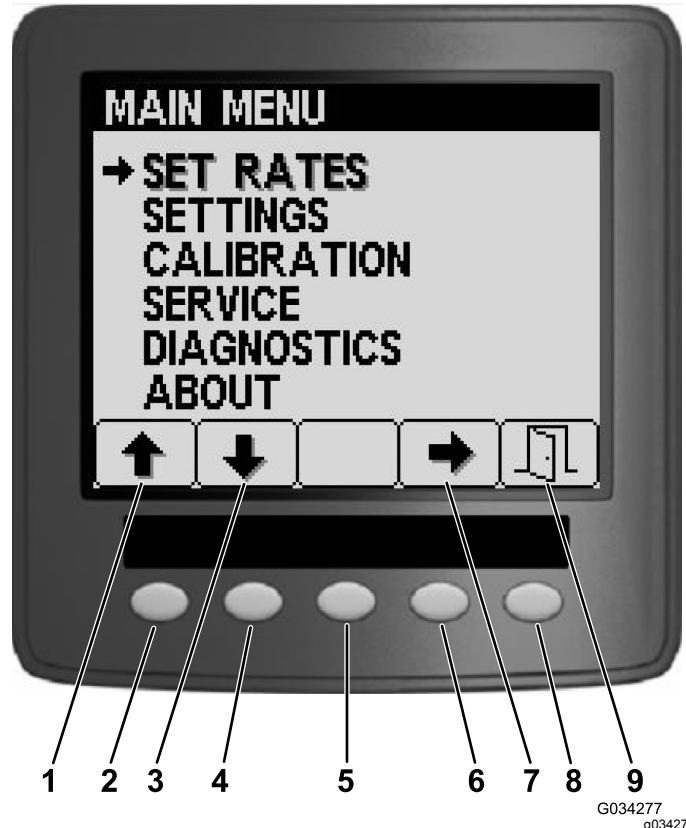
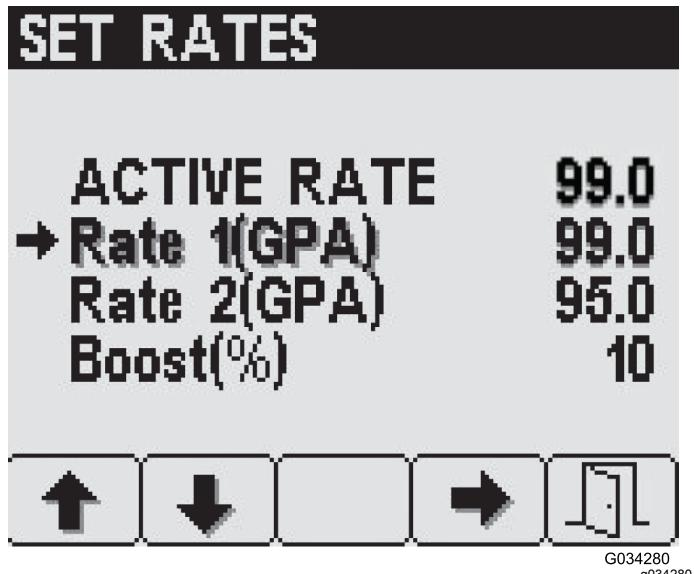

Figura 16
Figura 17
Dalla schermata del Menu principale, potete accedere alla schermata Impostazione volumi, la schermata Impostazioni, la schermata Taratura, la schermata Manutenzione, la schermata Diagnostica o la schermata Informazioni (Figura 16).
Per accedere alla schermata Impostazione volumi, premete il pulsante 2 sulla schermata del Menu principale (Figura 16) fino a raggiungere Impostazione volumi e premete il pulsante 4 per selezionare Impostazione volumi (Figura 17).
1. Premete il pulsante 1 o 2 fino a raggiungere la percentuale di volume o volume di aumento desiderata (Figura 17).
Per accedere alla schermata Impostazioni, premete il pulsante 2 sulla schermata del Menu principale (Figura 16) fino a raggiungere Impostazioni e premete il pulsante 4 per selezionare Impostazioni (Figura 19).